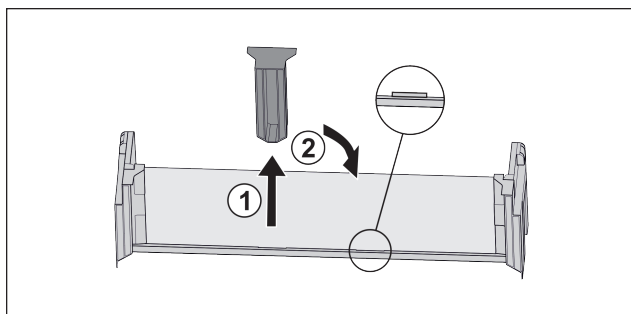

Fig. 29
- ▶ Træk den midterste holdedel ud Fig. 29 (1).
- ▶ Sæt den midterste holdedel i på den anden position Fig. 29 (2).